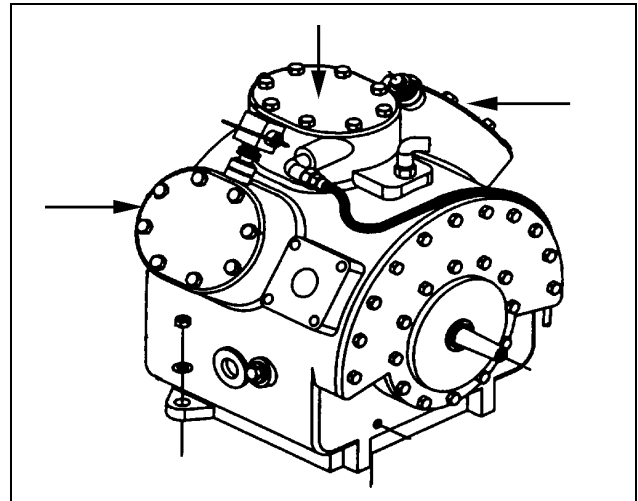

Figure 22: Représentation du compresseur et de ses trois culasses.
2. Nettoyer les trois culasses du compresseur et la surface les entourant (voir figure 22). Ceci évitera de contaminer l'intérieur du compresseur lorsque les culasses et les plaques de clapets seront enlevées.